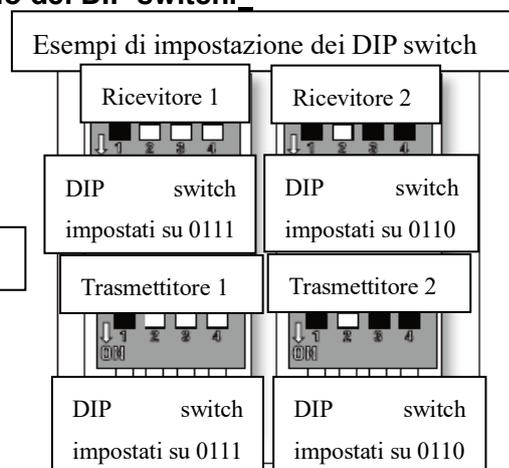

Fig. 9 DIP switch del ricevitore
- Il telecomando (trasmettitore) e il ricevitore devono essere abbinati tra loro; per fare ciò è necessario impostare i cursori dei DIP switch del ricevitore e del telecomando sugli stessi valori **Fig. 9**